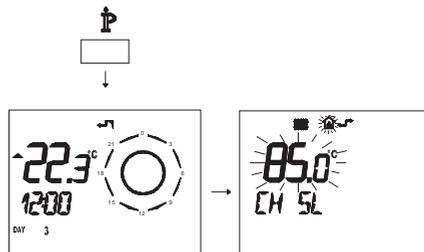

Fig. 5.46
- Premere per più di 3 secondi il pulsante P per entrare in modalità *INFO* (Fig. 5.46).